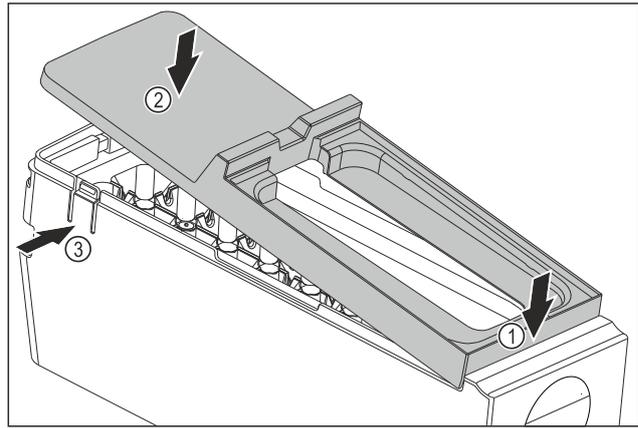

Fig. 90
- ▶ Abdeckung des EasyTwist-Ice-Korpus montieren: Abdeckung vorne ansetzen. Fig. 90 (1)
- ▶ Abdeckung hinten absenken. Fig. 90 (2)
- ▷ Abdeckung rastet hörbar in beiden Laschen Fig. 90 (3) ein.